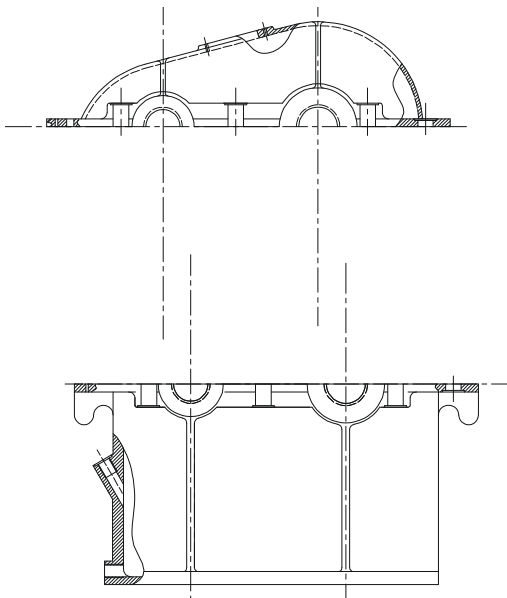

图 11-2-4
STEP 03 把箱盖和箱体的尺寸标注去掉；如图 11-2-4 所示。